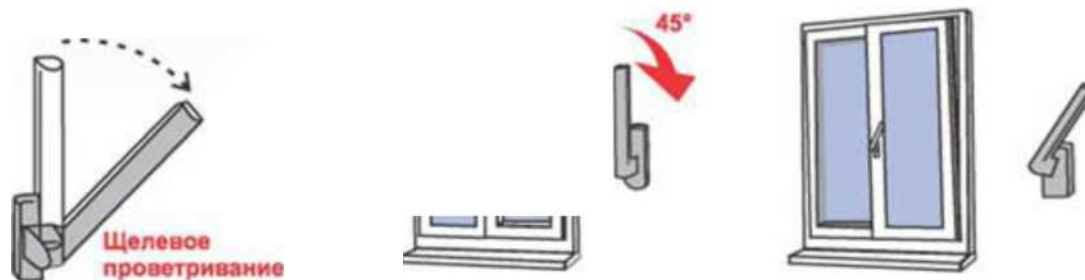

Рисунок 3.
- 5) Для перевода створки в положение «Проветривание» ручку поворачивают из положения «Откинута» в положение «Проветривание» на 45 градусов (см. Рис. 3) При этом створка окна (после небольшого поворота относительно нижней горизонтальной оси) фиксируется, будучи неплотно прижатой к раме окна сверху. Зазор между рамой окна и створкой (в верхней части) в данном режиме может составлять от 5 до 10мм. и регулируется небольшим поворотом ручки (щелевой режим).